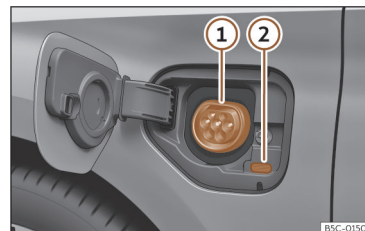

Fig. 207 Detrás de la tapa de carga de la batería en la parte delantera izquierda: Toma de carga
>>> **fig. 207**
- Con el vehículo desbloqueado, al presionar la tapa de carga de la batería esta se abre »» fig. 207.